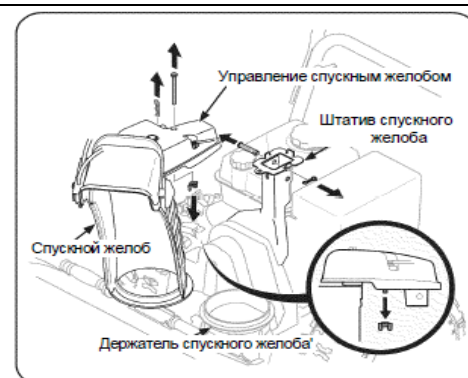

Рис. 2
2. Извлеките шплинт, барашковую гайку и шестигранный болт с головки управления выбросом и штифт с головкой и отверстием под шплинт с кронштейна поддержки желоба. (См. Рис. 2).